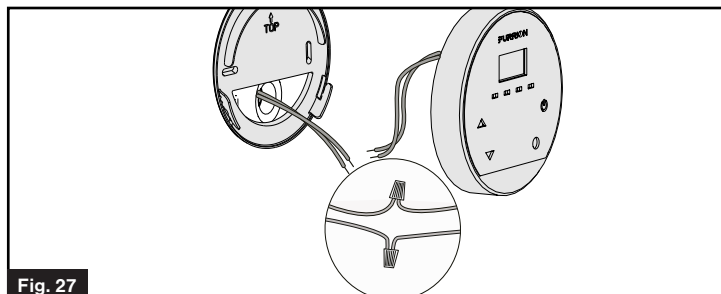

Fig. 27
2. Connectez les deux fils bleus de la commande murale à l'appareil directement ou avec les fils de rallonge. (Les fils de la commande murale sont bleus et la polarité n'a pas d'importance.) (Fig. 27)